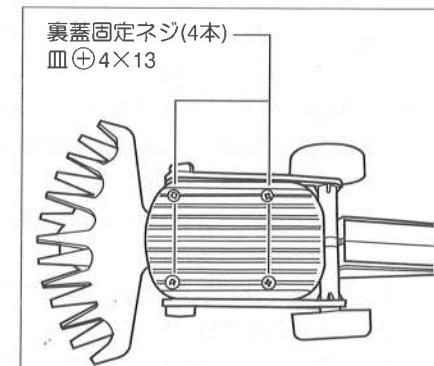

図7
- ①本機を裏返しにしてください。
- ② \oplus ドライバー(市販品)で裏蓋固定ネジ(4本)をぬいて、裏蓋を外してください。(図7参照)
- ③ブレード(刃)は、ブレード固定板に組付けられ裏蓋と一緒に裏蓋固定ネジで取付けられています。そのまま持ち上げて取外してください。